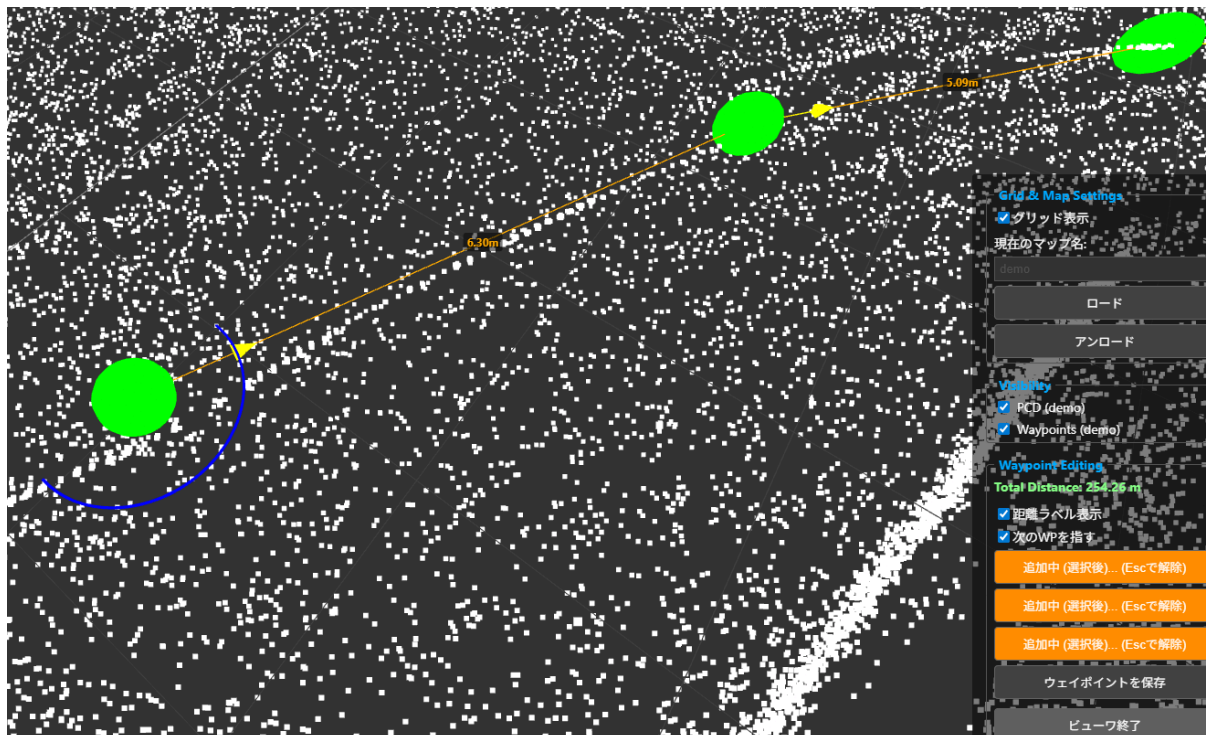

図 22: waypoint の追加押下後の画面
2. 図 22 ボタンがオレンジ色に変わり、地図中の平面上をクリックすると waypoint が設置されます。キーボードの esc を押すか、オレンジ色のボタンのどれかを再度クリックすると waypoint を追加する操作をキャンセルできます。